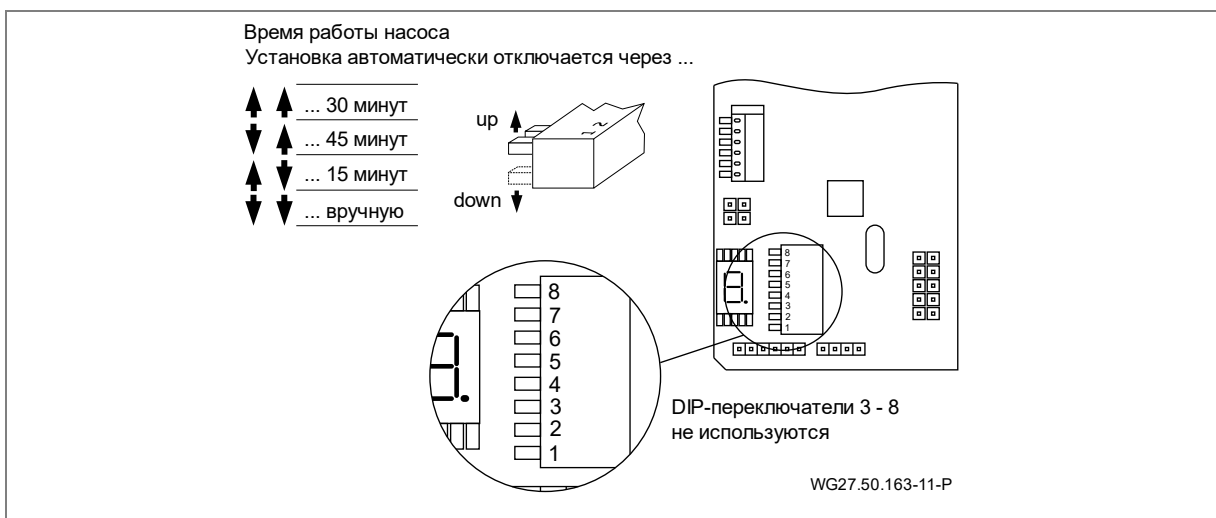

Рис. 24
3. С помощью опор расслабить всасывающий и напорный трубопроводы. См. "Рис. 24" на стр. 29.